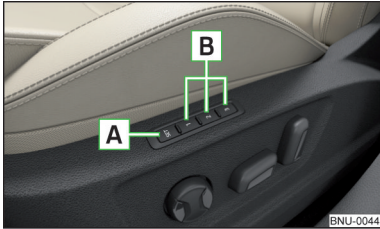

Fig. 80
Debajo de las teclas de memoria **B** en el asiento del conductor se puede guardar un ajuste de la posición del retrovisor externo y del asiento del conductor » fig. 80.
- » Pulse la tecla SET **A** » fig. 80 y luego presionar dentro de 10 segundos la tecla de memoria **B** deseada. El almacenamiento es confirmado con una señal acústica.
- » Conectar el encendido y pulsar la tecla de memoria deseada **B** » fig. 80.